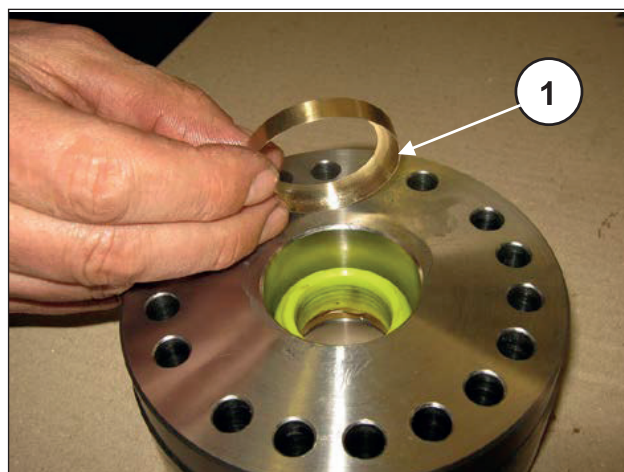
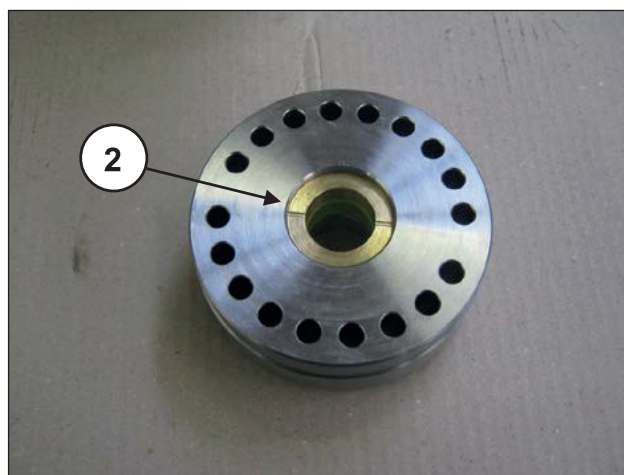
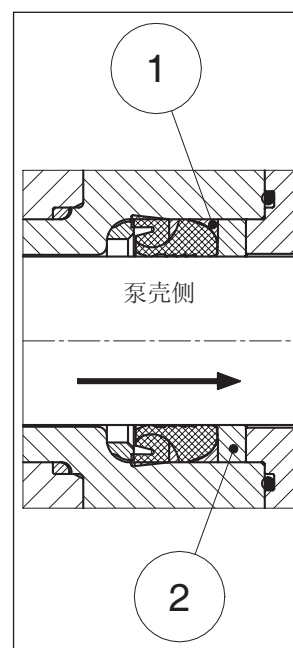

图 201
图 202
图 203
插入抗挤压环和密封圈衬套 (① 和 ②，图 201 - 图 202 和 图 203)。
密封圈衬套② 必须插入高压密封圈支撑，两个排出口必须朝向外部（泵壳侧），如图图 203所示。